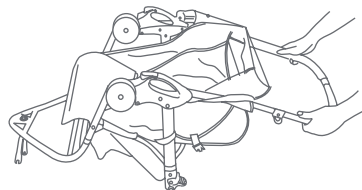

Fig. 1
1) • Appuyez la poussette vers l'arrière de manière à ce qu'elle repose sur l'essieu arrière et la poignée et que les fourchettes avant pointent vers le haut (Fig. 1).